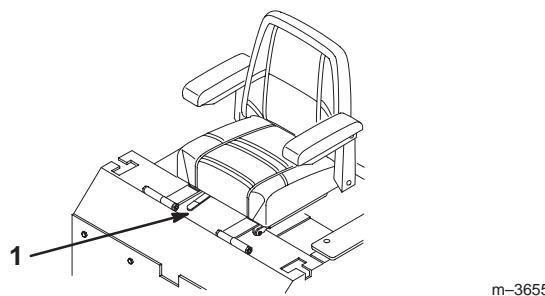

Figure 19
1. Poussez le levier de réglage sur le côté pour débloquer le siège (Fig. 19).